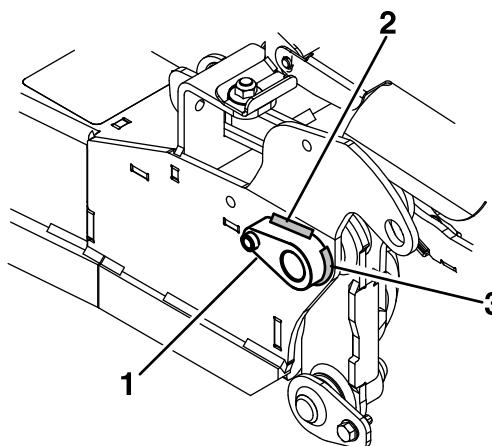

Figura 7
5. Suelde el espaciador del pasador a la parte delantera de la carcasa central en los lados derecho e izquierdo, como se muestra en la **Figura 7**. Elimine las salpicaduras de soldadura.